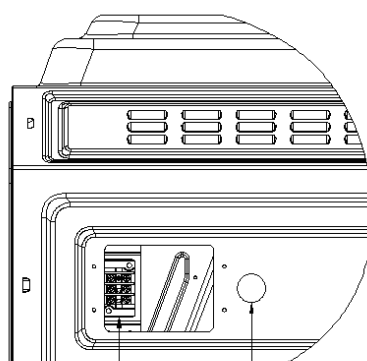
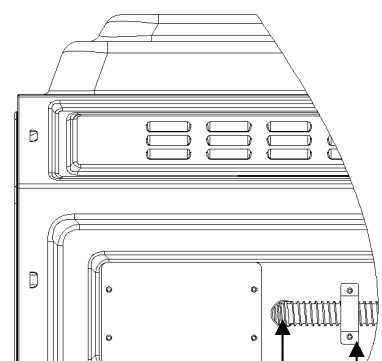

Fig.1.2
Fig.1.3
Étape 2 : Le soufflet : est étendu depuis la sortie du soufflet et pressé sur le couvercle supérieur par le serre-câble. Connectez le fil de terre, le fil rouge L1 et le fil noir L2 du soufflet au fil de terre, le fil rouge L1 et le fil noir L2 du siège de câblage, respectivement. Selon Fig.1.2/ Fig.1.3